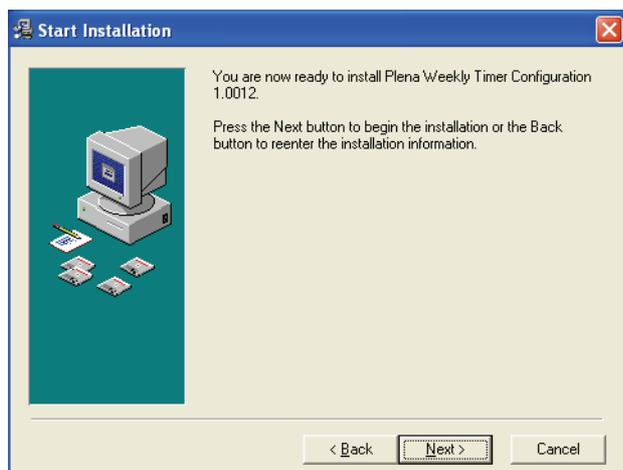

figura 8.4: Inizio dell'installazione
- 4 Selezionare il Program Manager Group, quindi fare clic su [Avanti]. Compare una finestra simile a quella in figura 8.4.